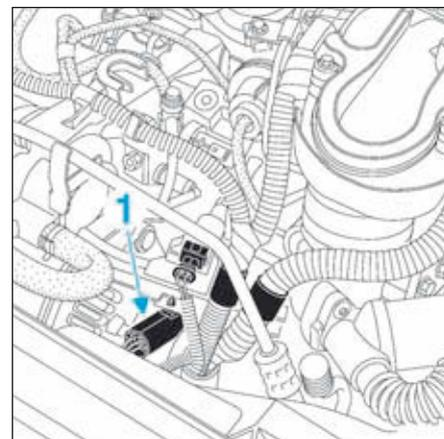

FIG.171
- Débrancher le connecteur (1) de l'électrovanne EGR (Fig.171).